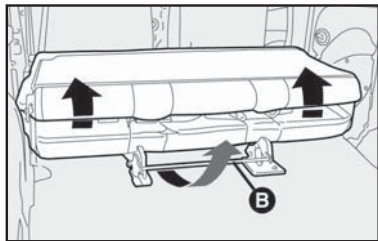
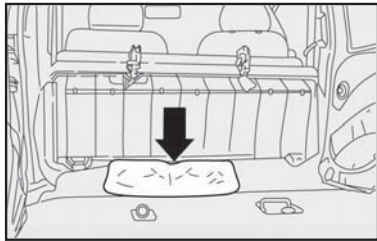

fig. 2
fig. 3
- 1) Levante o assento traseiro (para versões passageiro) com a alavanca **B**-fig. 2 e retire a bolsa **fig. 3**.